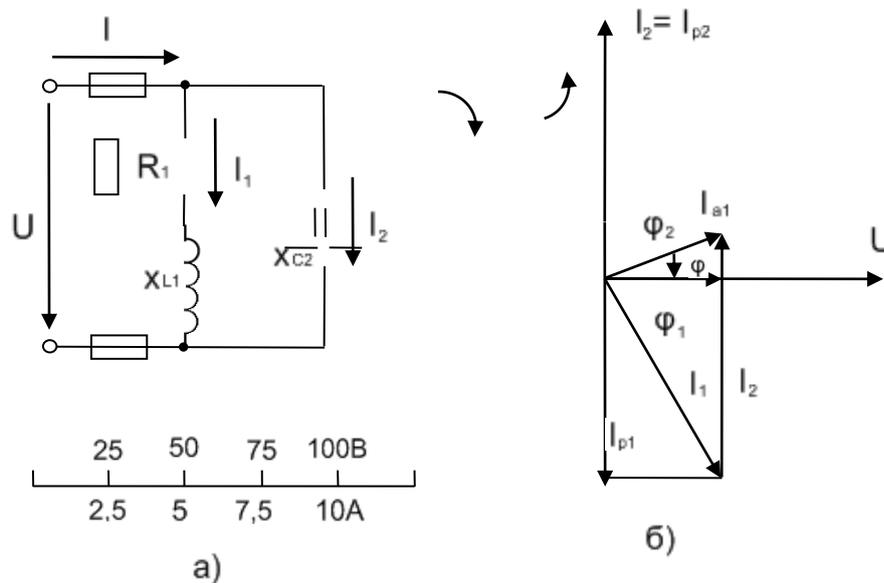

Рис.83
8. Для построения векторной диаграммы задаемся масштабом по току: в 1 см - 2,5 А и масштабом по напряжению: в 1 см – 25 В. Построение начинаем с вектора напряжения  $U$  (рис.83, б). Под углом  $\varphi_1$  к нему ( в сторону отставания) откладываем в масштабе вектор тока  $I_1$  под углом  $\varphi_2$  ( в сторону опережения) – вектор тока  $I_2$ . Геометрическая сумма этих токов равна току в неразветвленной части цепи. На диаграмме показаны также проекции векторов токов на вектор напряжения (активная составляющая  $I_{a1}$ ) и вектор, перпендикулярный ему (реактивные составляющие  $I_{p1}$  и  $I_{p2}$ ). При отсутствии конденсатора реактивная мощность первой ветви не компенсировалась бы, и ток в цепи увеличился бы до  $I=I_1=10 \text{ А}$ .